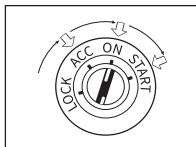

Figura 3.1.4
4. Vire a ignição para a posição ON (II) (Veja Figura 3.1.4), NÃO ligue o motor.